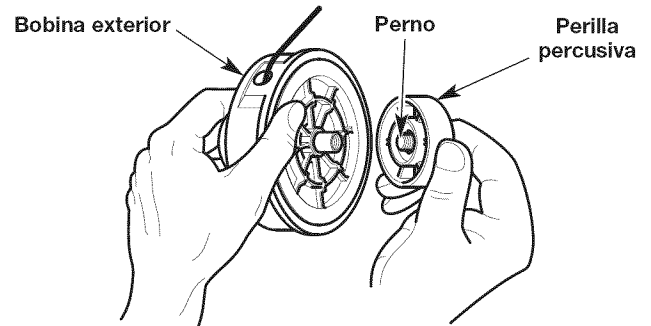

Fig. 15
1. Sostenga la bobina exterior con una mano y desenrosque la perilla de impacto en sentido a las agujas del reloj (Fig. 15).